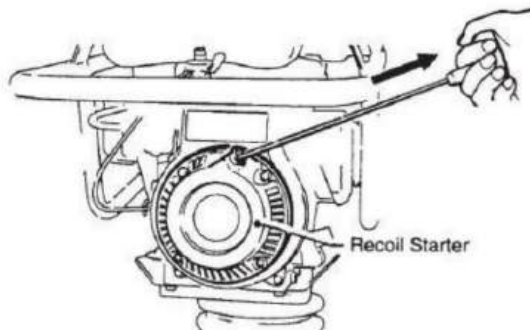

Abb. 8
4. Fassen Sie den Griff des Reversierstarters (Abb. 8) und ziehen Sie daran, bis Sie ein leichtes Widerstand. Dann kräftig und schnell ziehen. Den Rücklaufstartergriff wieder vor dem Loslassen zum Startergehäuse.